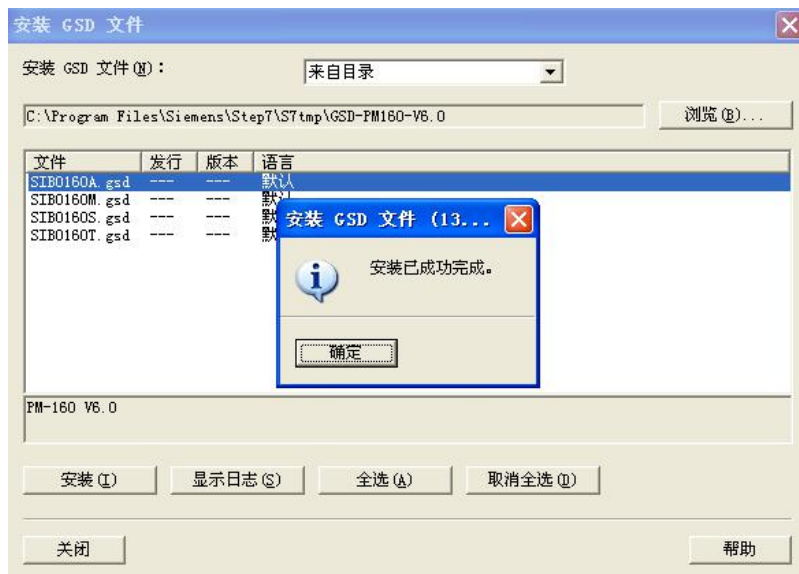

图 7
7. 弹出如下图所示窗口，选择需要安装的 GSD 文件，点击“安装”，注册成功后，弹出“安装已成功完成”提示，如图 7: